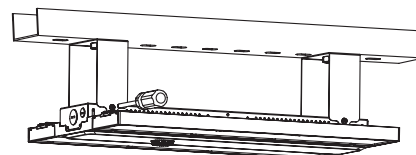

Figure 5
- Étape 2. Assemblez l'appareil sur le support et fixez-le avec des vis (Figure 5);